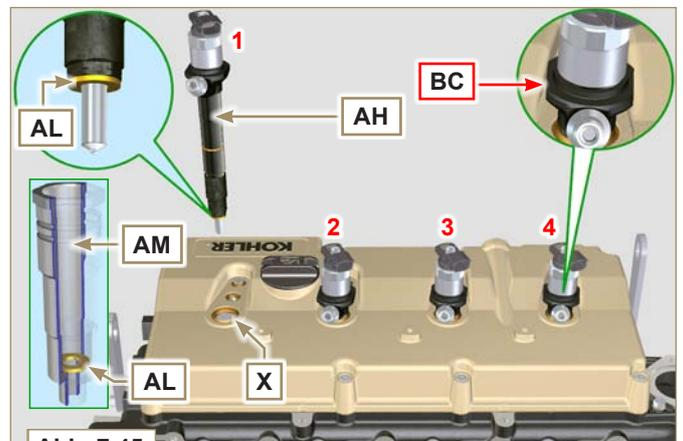

Abb. 7.45
- Bei einem Ausbau, jedoch nicht dem Austausch der Elektro-Einspritzdüsen, als deren Bezug die jeweiligen Zylinder verwenden, um sie beim Einbau nicht zu vertauschen (**Fig. 7.45**).
- 4 - Prüfen, ob die Dichtung **AL** in der korrekten Position verblieben ist (**Fig. 7.45**). Falls nicht, diese aus dem Innenraum der Hohlbohrung des Elektro-Einspritzventils **AM** herausnehmen.